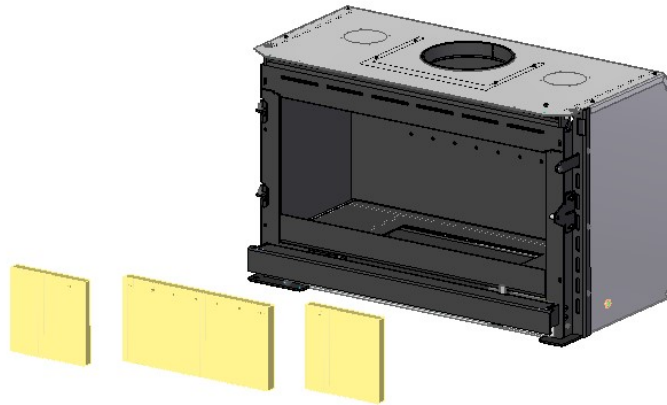

Figure 42 – Démontage des parties arrière de la vermiculite de l'équipement
4. Retirez les 3 pièces de l'arrière en les déplaçant vers l'avant de l'appareil et l'arrière vers l'extérieur de l'appareil, Figure 42.